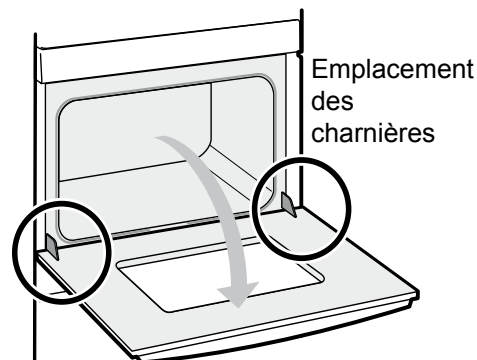

Figure 1 - Emplacement des charnières
1. Ouvrez la porte complètement (horizontale au sol – Fig. 1).
3. Ouvrez la porte complètement (horizontale au sol – Fig. 1).